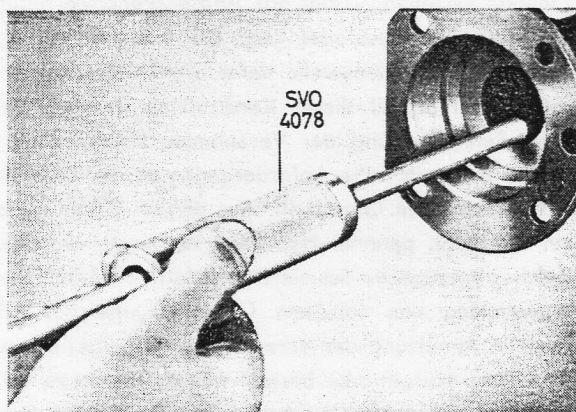

Bild 5-3. Radialdichtring herausziehen
3. Radialdichtring mit Werkzeug SVO 4078 entfernen, siehe Bild 5-3.